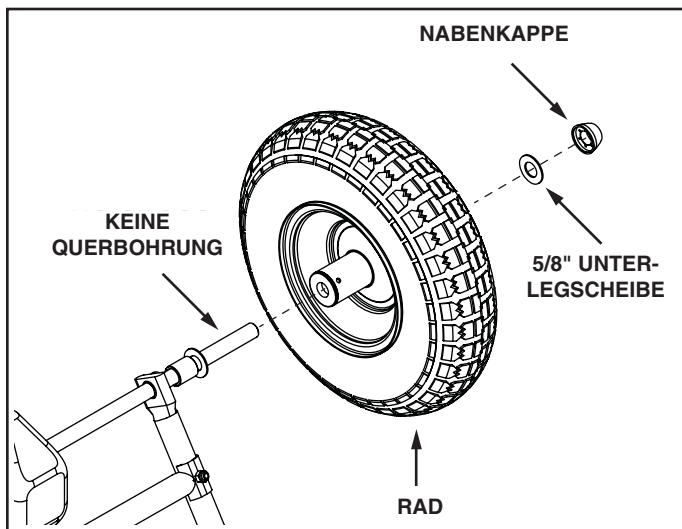

ABBILDUNG 2
3. Bringen Sie ein Rad an das Ende der Achse an, dass keine Querbohrung besitzt. Das lange Ende der Nabe zeigt dabei nach innen. Siehe Abbildung 2.
4. Platzieren Sie eine 5/8" Unterlegscheibe auf der Achse und klopfen Sie dann eine Nabenkappe leicht auf die Achse, bis sie an der Unterlegscheibe und der Radnabe anschlägt. Siehe Abbildung 2.